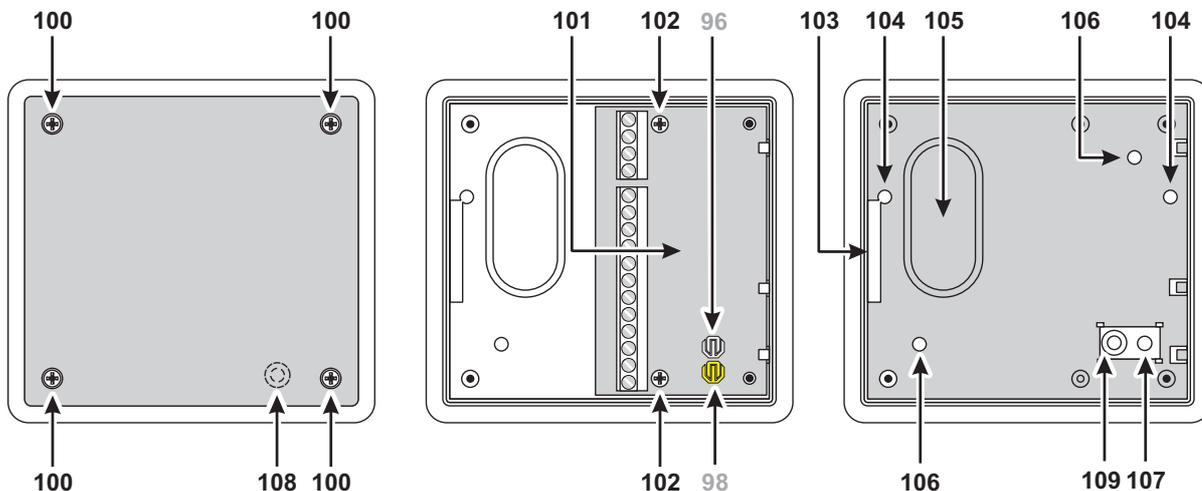

Figura 8 Parti del contenitore per le Espansioni
*Posizionare il tassello antistrappo come mostrato nella figura 8 a pagina 14, con il perno conduttivo **109** presente sul tassello antistrappo che deve chiudere il contatto antistrappo **96** sul circuito stampato (lato saldature).*
5. Fissare la Scheda Elettronica **101** al fondo tramite le viti **102** (le due più corte), facendo attenzione al suo orientamento (vedere la Figura 8 a pagina 14).